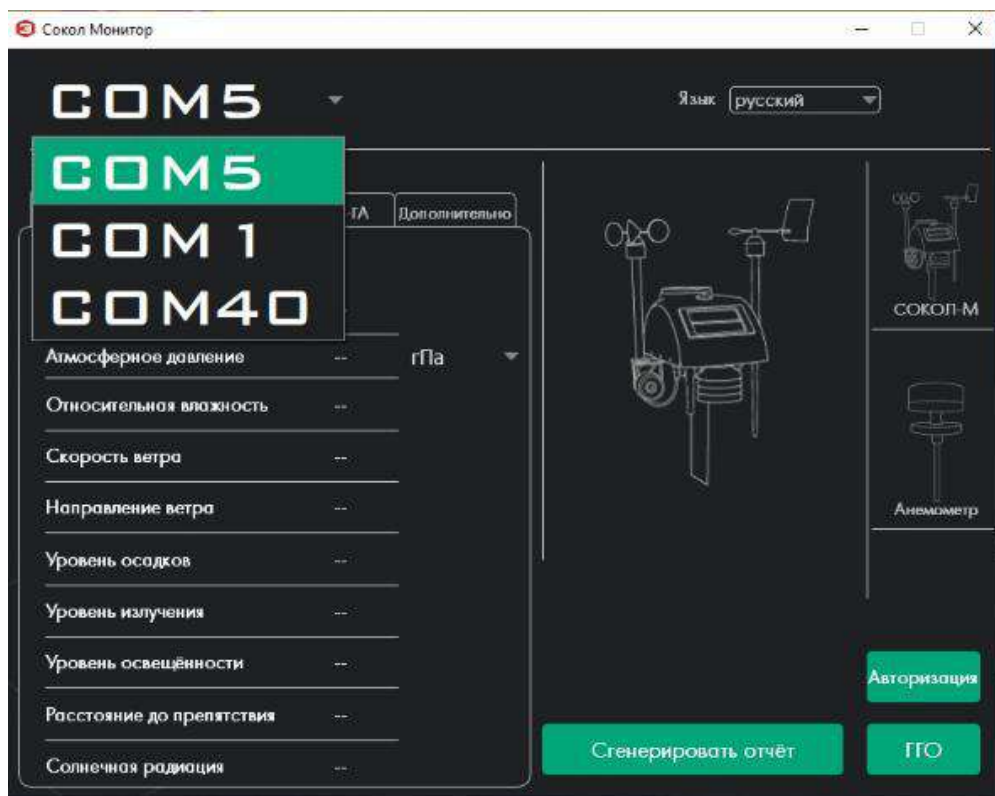

Рисунок 15–Окно ПО SokolMeteo–Monitor, выбор COM–порта.
2.7.3 В данном окне выбрать COM–порт, подключенного устройства. COM–порт можно посмотреть через диспетчер устройств вашего компьютера. (Рисунок 15).